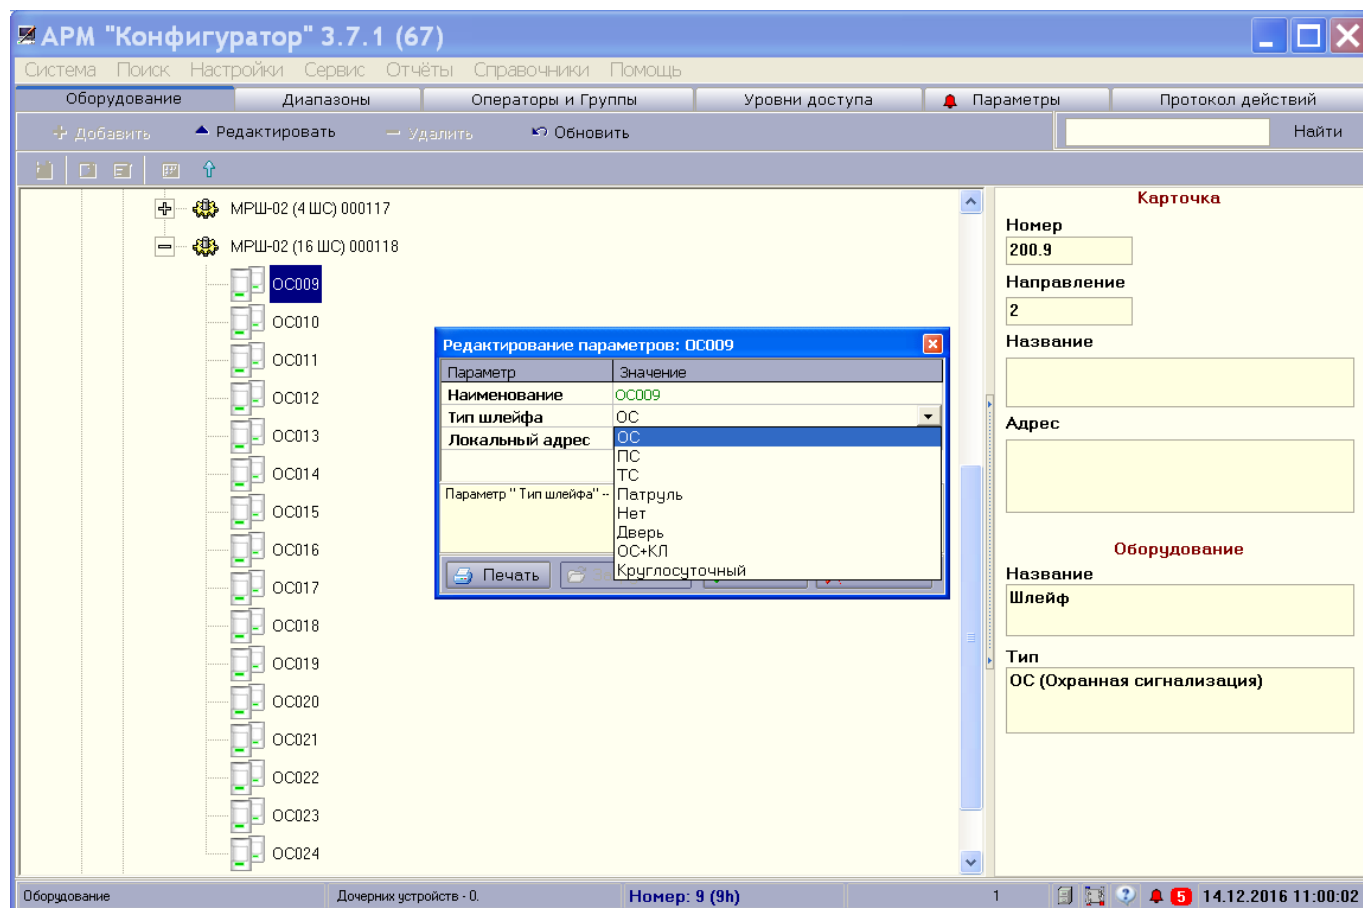

Рисунок 7
**Внимание!** Выполняя пункт **«Подготовка пультового оборудования»** руководства по эксплуатации на КОП, определите типы шлейфов МРШ-02(16) (см. рисунок 7).